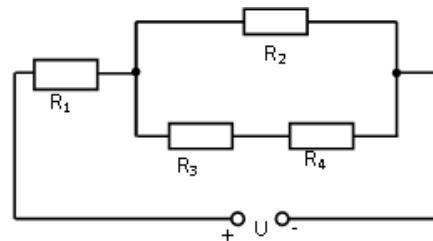

Рис.8
2. Найдите эквивалентное сопротивление (рис.8) и силу тока в цепи, если $R_1=10$ Ом, $R_2=20$ Ом, $R_3=5$ Ом, $R_4=15$ Ом, $U=100$ В.